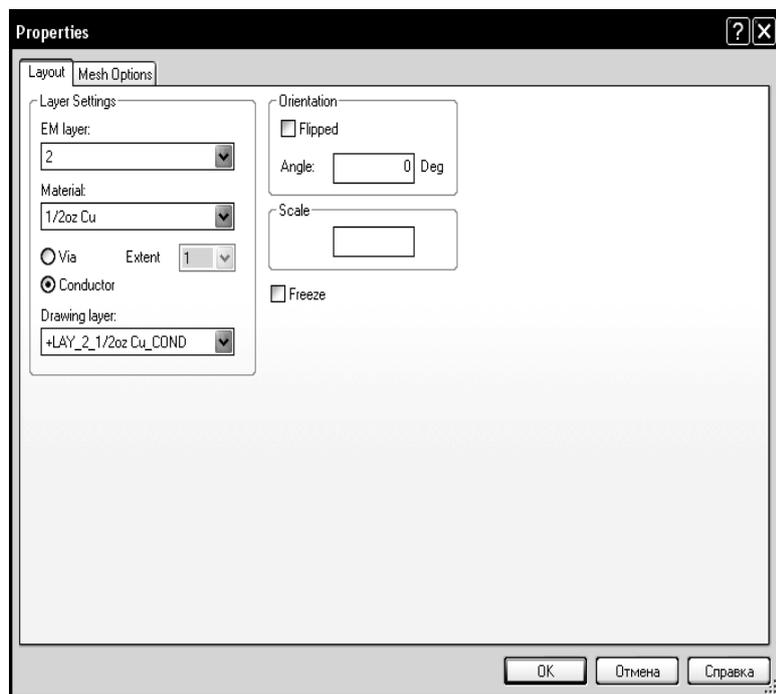

Рис. 5.46
2. Нажмите клавишу **Shift** и щёлкните левой кнопкой мышки поочередно по всем проводникам (кроме резисторов), чтобы выделить их. Затем щёлкните по любому выделенному проводнику правой кнопкой мышки и выберите **Shape Properties**. (Свойства формы). Откроется окно **Properties** (рис. 5.46).
При создании топологии в электромагнитной структуре мы использовали материалы 1/2oz Cu и Res. Этим материалам не назначено слоёв для черчения и для них нет таблиц соответствия слоёв. В этом случае Microwave Office для таких материалов автоматически создаёт слои черчения. В нашем случае были созданы слои черчения с именами +LAY_2_1/2oz Cu_COND (что можно расшифровать как слой черчения на 2-м слое диэлектрика, материал 1/2oz Cu, проводник), и +LAY_2_Res_COND (см. рис. 5.46). Но lpf файл автоматически не редактируется и новый не создаётся. Таблицы соответствия для этих слоёв также не создаются. Поэтому, если просто экспортировать топологию в dxf файл, щёлкнув правой кнопкой мышки по имени электромагнитной структуры в окне просмотра проекта и выбрать Export EM Layout (как это делалось в прежних версиях), то dxf файл будет создан. Но AutoCAD прочесть его не сможет и выдаст сообщение, что в файле имеется строка с недопустимым именем слоя (однако прежние версии Microwave Office этот файл воспринимают). Тем не менее, экспорт топологии можно выполнить, не изменяя lpf файл и не создавая таблиц соответствия, действуя следующим образом.